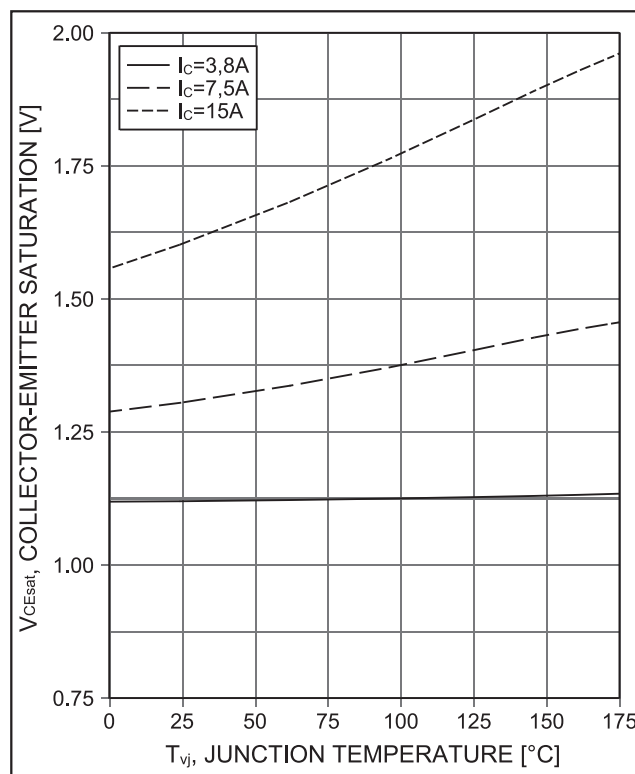

Рис. 2. Зависимости напряжения насыщения транзистора IKA15N65F5 от температуры кристалла при различных токах коллектора
- Клапан предварительной стирки: выв. 56 МК M500 (рис. 2 и 3) — R14, R24 — Q3 — R19, R20 — QD302 — контакт 3 соединителя J301.
- V_{CEsat} ($U_{КЭ\text{ на с}}$) — напряжение насыщения «коллектор-эмиттер» (Collector-emitter Saturation Voltage), очень важных параметров IGBT, над снижением этого параметра работают все ведущие производители полупроводниковых приборов. Напряжение насыщения напрямую влияет на эффективность (КПД) схем, в которых используются приборы. В спецификациях IGBT напряжение насыщения обычно приведено при максимальных значениях тока коллектора и различных температурах кристалла (корпуса) прибора. На рис. 2 приведены зависимости напряжения насыщения транзи-